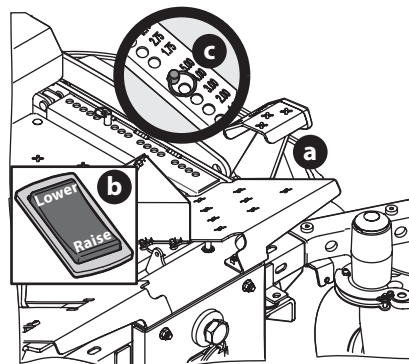

Figure 30
1. Utilisez la pédale de levage du plateau de coupe (a) ou appuyez sur l'arrière de l'interrupteur électrique de levage du plateau de coupe (b) pour lever le plateau de coupe à sa position la plus haute, placez l'axe de chape (c) fixé à la tondeuse dans le trou d'indexation souhaité sur l'indice de hauteur du plateau de coupe, puis relâchez lentement la pédale de levage du plateau de coupe (a) ou abaissez lentement le plateau de coupe en appuyant sur l'avant de l'interrupteur électrique de levage du plateau de coupe (b). (Figure 30).